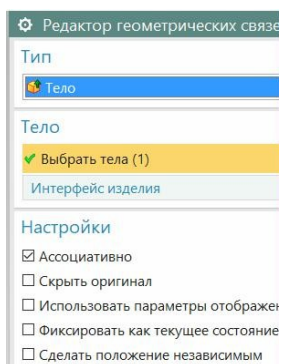

Рис.21
- Вызываем команду «**Редактор геометрических связей WAVE**», и с её помощью переносим только **Тело** (рис.21) из проекта *wp_model* в проект *рабочей детали* (то есть в *rez_model*).